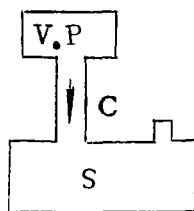

图 3
(1) 气体质量分析器(分压强真空计)的 6 项主要性能指标是什么?
(2) 任意写出三种标准漏孔的名称,分别说出它们的漏率范围。
5. 已知容器的体积为 V , 瞬时压强为 P , 泵的抽速为 S , 连接泵与容器的管道的流导为 C 。计算容器 V 中气体压强 P 随抽气时间的变化公式。(图 3, 22 分)